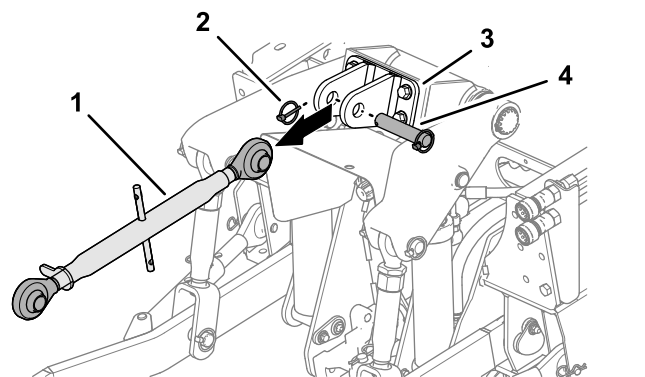

Figura 10
3. Se montati, rimuovete acciarino, perno con testa e attacco superiore a 3 punti dalla staffa dell'attacco superiore (Figura 10).